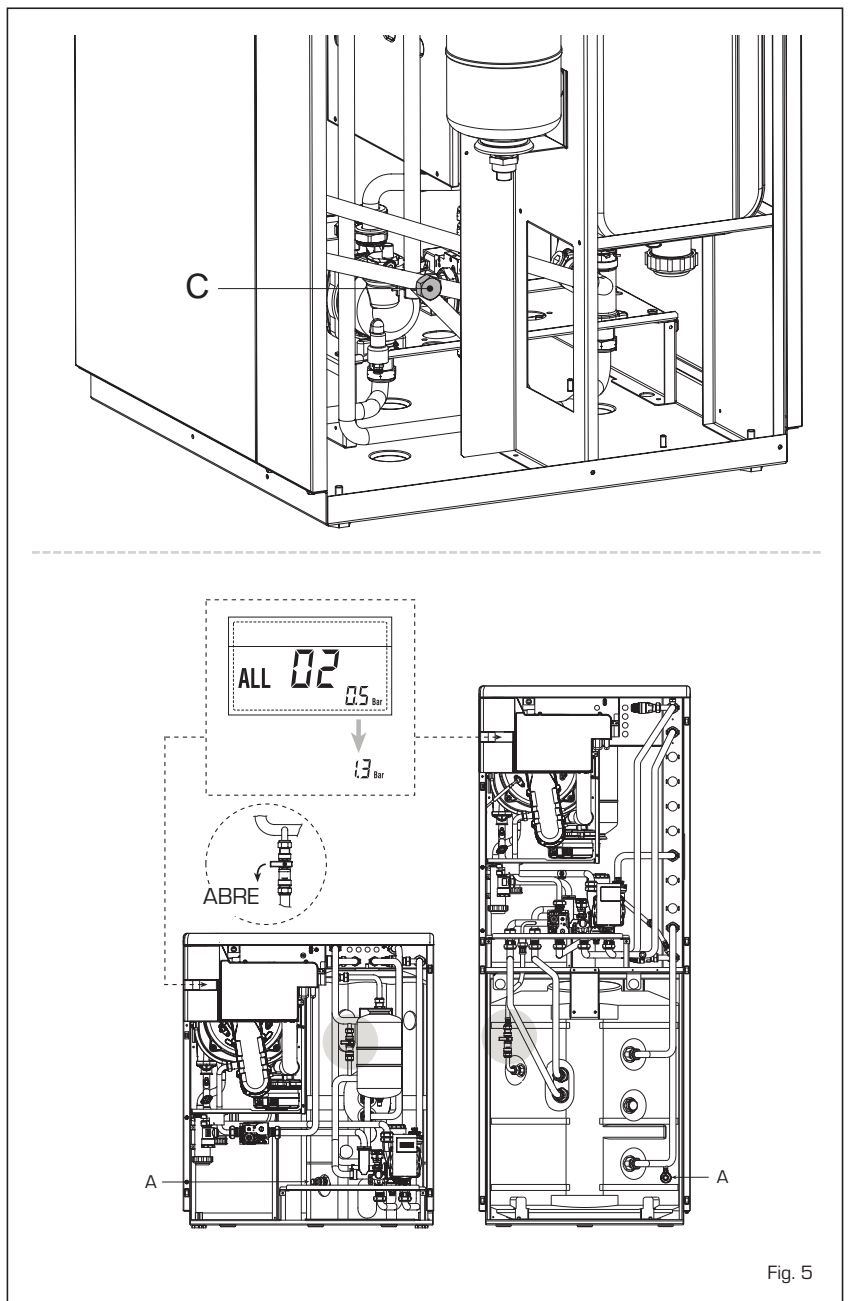

Fig. 5
2.4 FASE INICIAL DE LLENADO DE LA INSTALACION (fig. 5)
2.4.1 Vaciar el calentador (fig. 5)